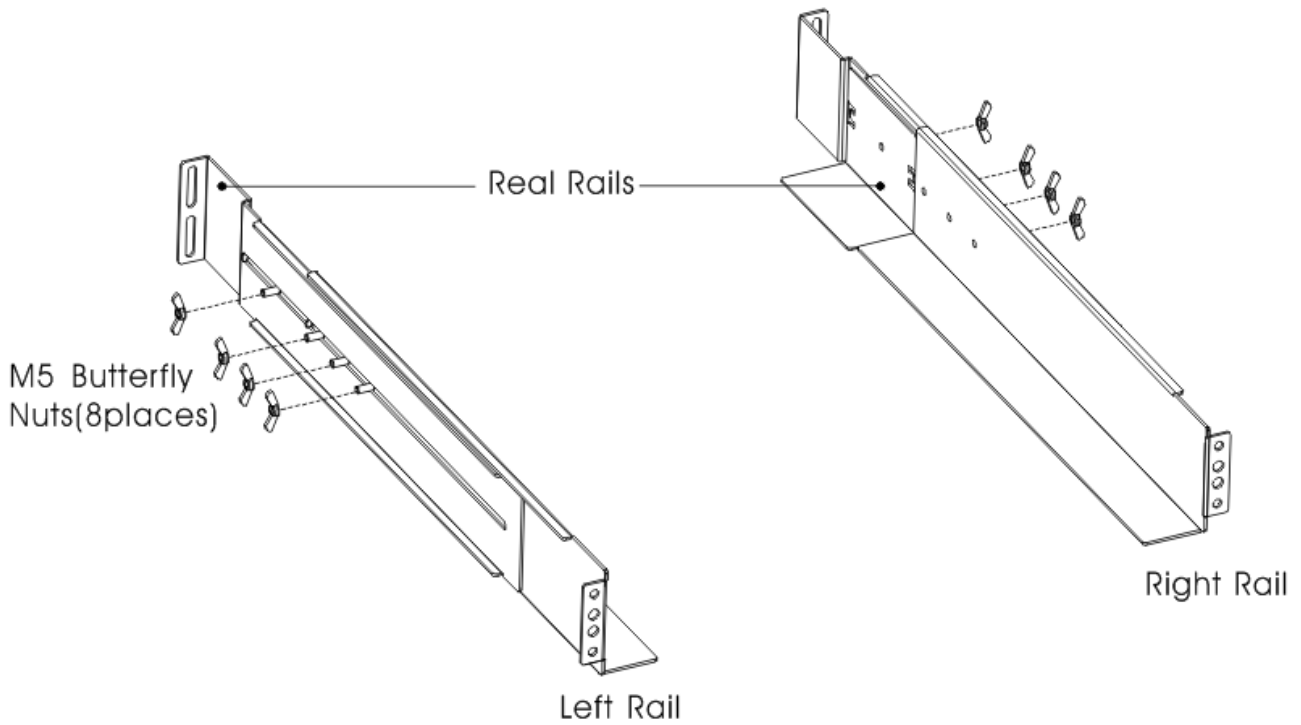

Abb. 2 Sichern der Gleitschienen
1. Montieren Sie die linken und rechten Gleitschienen an den hinteren Gleitschienen wie es in Abb. 2 dargestellt wird. Ziehen Sie die Schrauben nicht zu fest an.
3. Ziehen Sie vier selbstsichernde M5-Nietmutter in der seitlichen Gleitschienenbaugruppe fest (siehe Abb. 2).